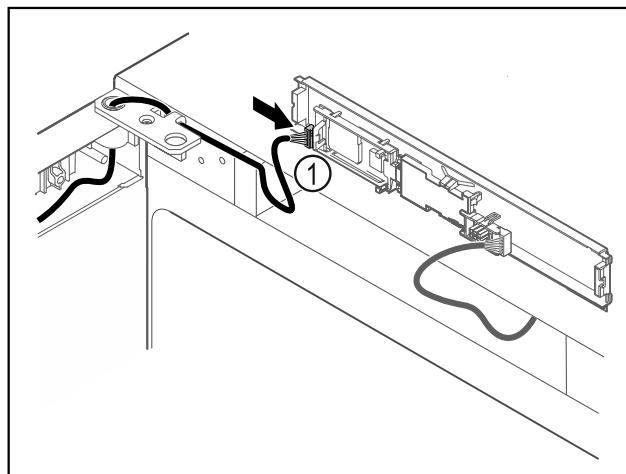

Fig. 56
- ▶ Stecker Fig. 56 (1) an Platine anstecken.